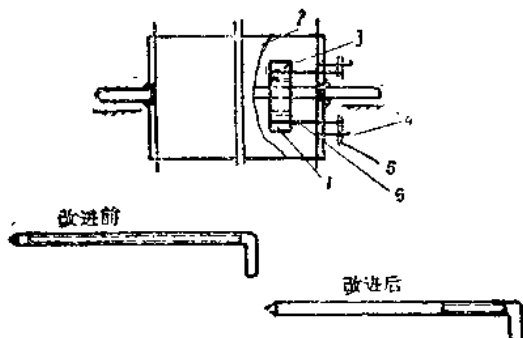

图 6 改进鎖紧螺絲示意图
9. 改进打离合器手輪、鎖紧螺絲，可提高調整繩的時間。原因是原有鎖紧螺絲系全扣的，上進退出費時很长，現將不必要的一段絲扣去掉，就大大地加快了開閉离合器的時間，如图 6 所示。